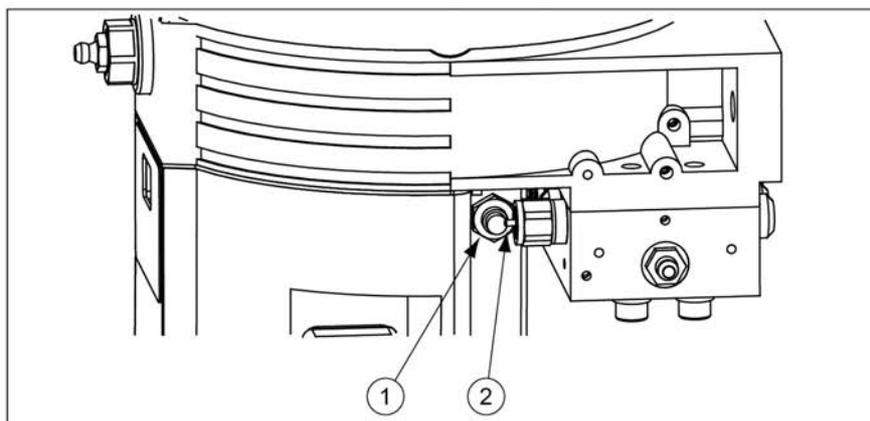

FIGURA 11. INTERRUPTOR DE PROXIMIDADE (1) E PINO DE CONTROLO (2)
1. Carregue no botão do operador (2) para confirmar a avaria. A mensagem (a piscar) muda para continuamente acesa.
3. Carregue no botão do operador (2) (durante 2 segundos) para acionar ciclos de lubrificação até o pino do indicador (pino de controlo) se mover ao longo do interruptor de proximidade. Ver Figura 11.